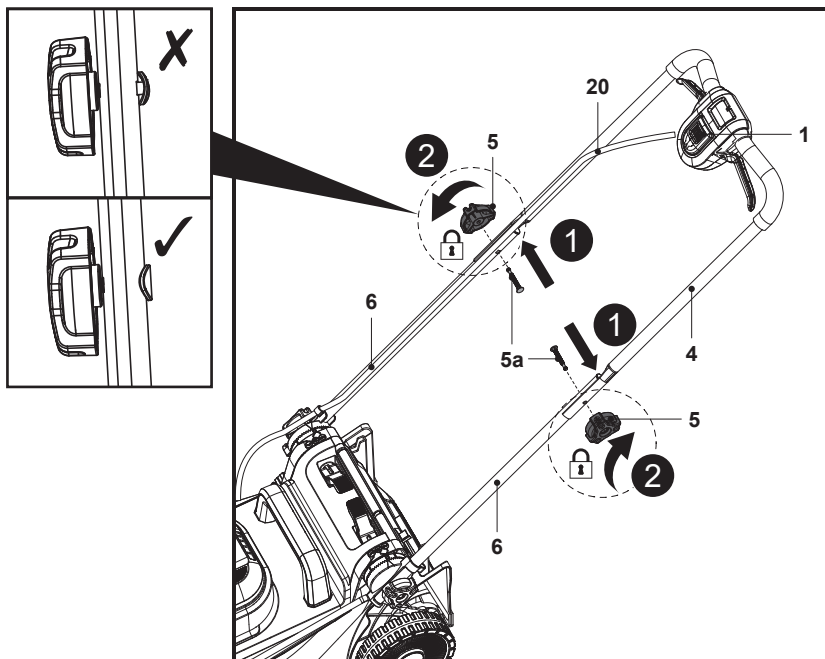

Fig. 3
1. Ține bara mânerului superior (4) cu comutatorul de siguranță (1) orientat în sus.
2. Aliniază găurile de montare ale barei mânerului superior (4) și ale barei mânerului inferior (6).
3. Introdu șurubul de montare (5a) prin găurile de montare, până la capăt (fig. 3, pasul 1).
4. Fixează bara mânerului superior (4) cu bara mânerului inferior (6) rotind butonul de blocare (5) în sens orar pe filetul șurubului de montare (5a) pentru a strânge (fig. 3, pasul 2).
5. Cablul de control (20) trebuie să treacă pe partea superioară a barei mânerului superior (4) și a barei mânerului inferior (6).